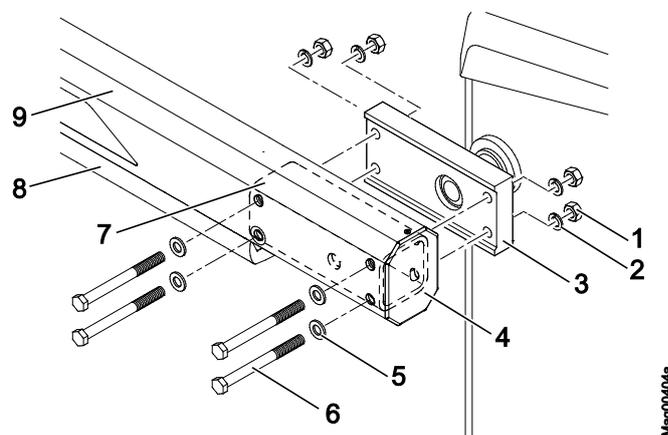

Abb. 36: Schrankenbaum montieren
6. Vierkantröhr gemäß Abbildung "Abb. 36" auf der Flanschseite in den Schrankenbaum schieben.